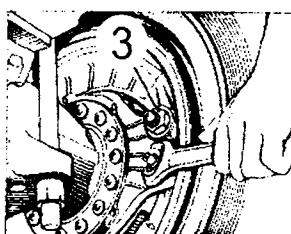

Рис. 6-11.
- Ослабить гайки 3 крепления эксцентриковых осей колодок (рис. 6-11.).